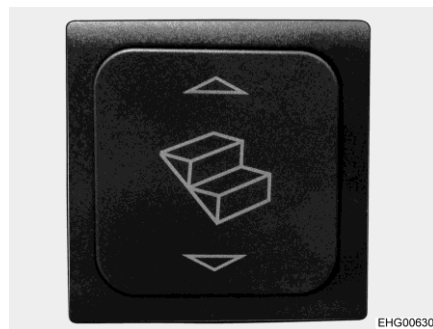

Fig. 6 Interruttore di comando scalino di ingresso
- Premere in basso l'interruttore a bilico (Fig. 6) fino a che lo scalino di ingresso è stato completamente estratto.
Inserimento: ■ Premere in alto l'interruttore a bilico (Fig. 6) fino a che lo scalino di ingresso è completamente inserito.